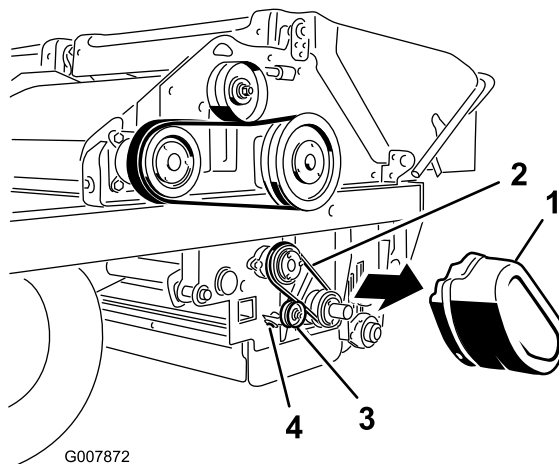

Figura 59
1. Togliete il paracinghia (Figura 59).
2. Allentate il dado sulla puleggia tendicinghia (Figura 59).
3. Spingete la puleggia tendicinghia nella cinghia e serrate il dado della puleggia (Figura 59).